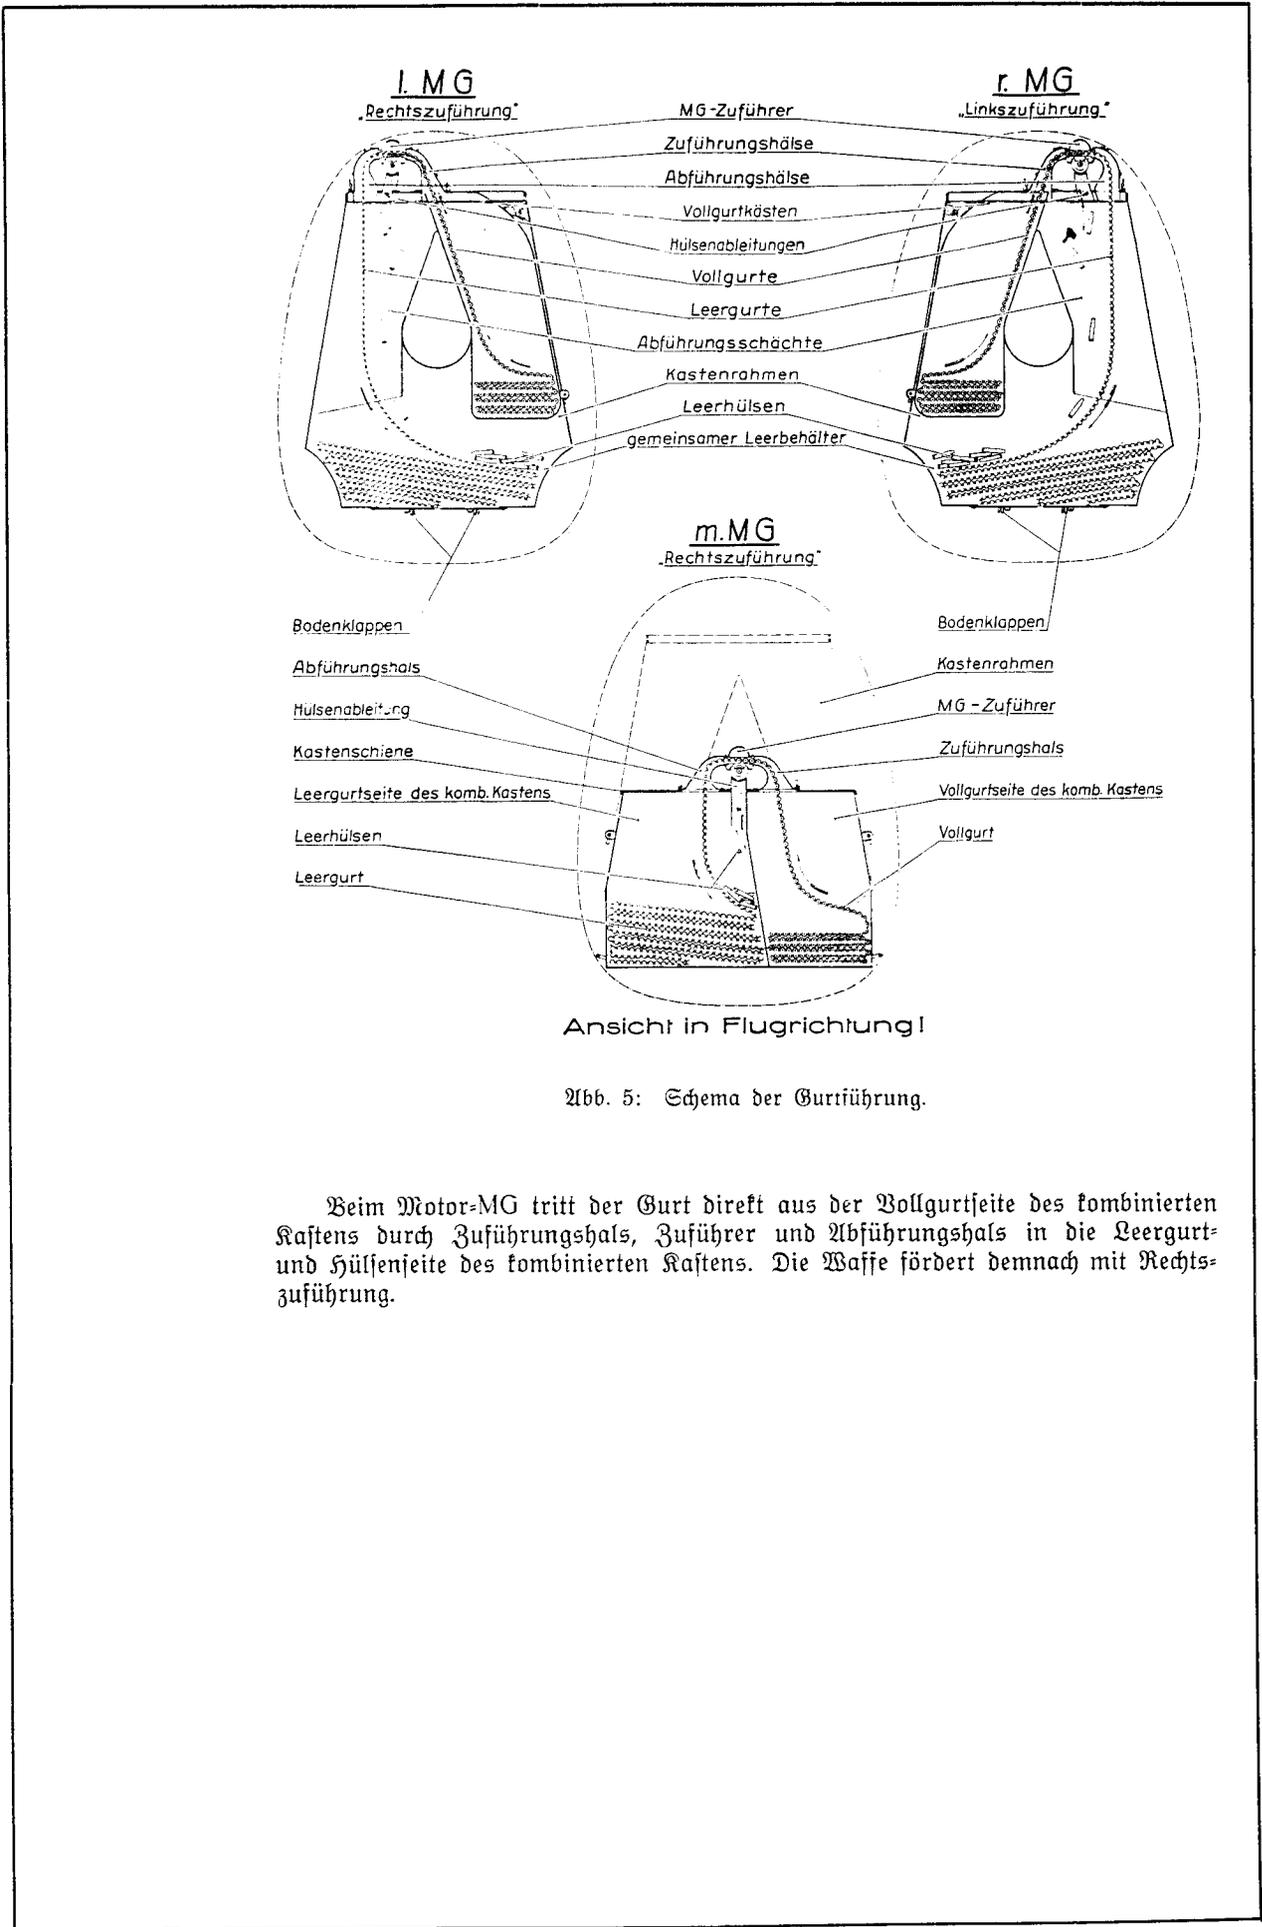

Abb. 5: Schema der Gurttführung.
#### Kästen (Abb. 5)
#### Hälse (Abb. 5)
Der aus Duralblechen zusammengenietete Kastenrahmen (14) dient zur Aufnahme der Vollgurtkästen (20, 21) und des kombinierten Kastens (19), zur Ableitung der Leergurte und Hülsen aus den gesteuert schießenden MG (1, 2) und mit seinem als Leerbehälter ausgebildeten Unterteil zur Aufnahme dieser Gurte und Hülsen (s. auch Abb. 5).